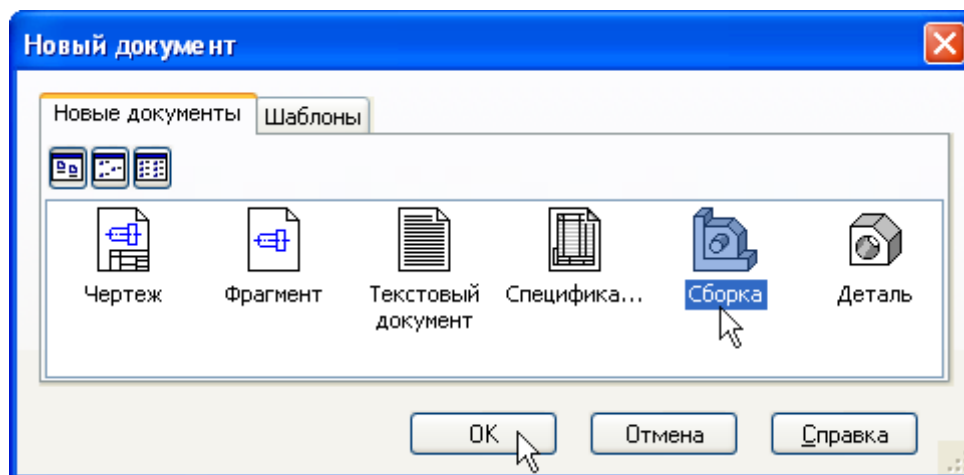

Рисунок 4.
- Укажите тип создаваемого документа Сборка и нажмите кнопку ОК. На экране появится окно новой сборки (рис.4).